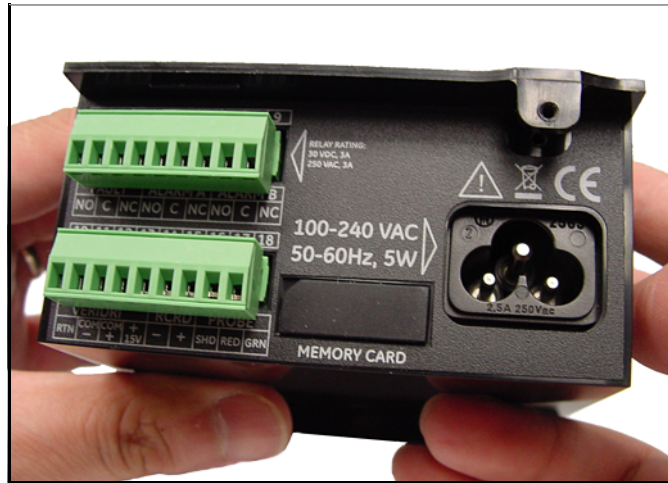

Figure 6: Glissement du couvercle vers l'arrière
4. Faites glisser le couvercle vers l'arrière du **dew.IQ** (voir Figure 6 ci-dessous).